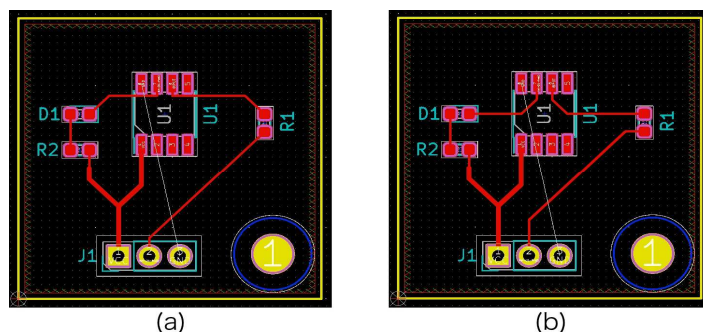

図9-30
- ⑨ 必要があればオートルータによる配線(a)を自分なりの配線(b)に手で編集します。図9-30
- ⑩ ショートカットBを入力してベタグラウンドの生成状況を確認めます。